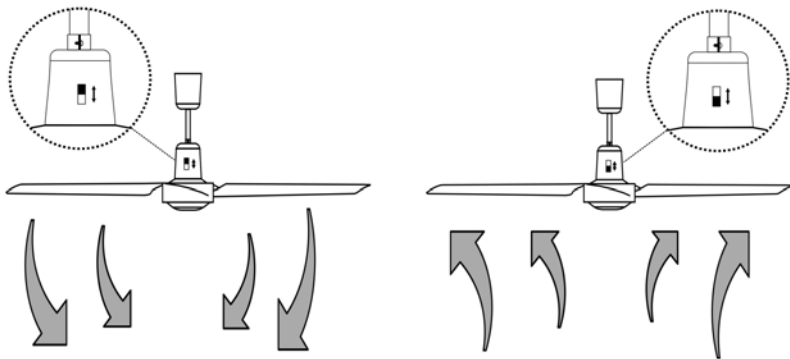

Fig. 8
- Mediante el interruptor de cambio de giro usted podrá determinar la dirección del flujo de aire según convenga. **(Fig. 8)**